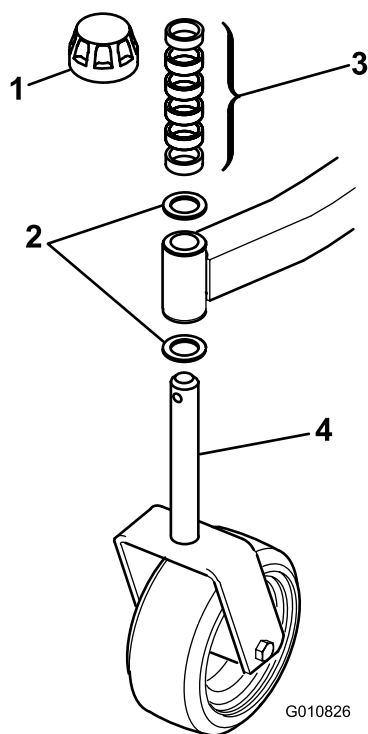
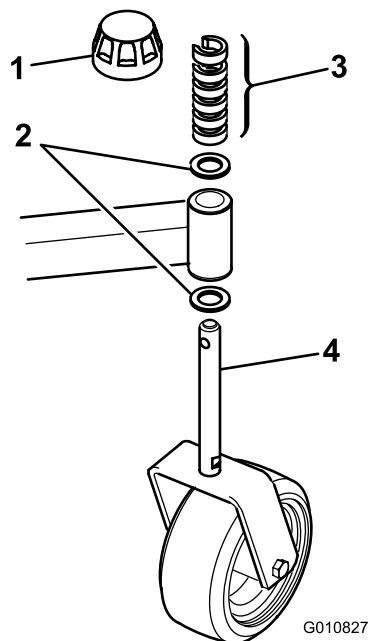

図 2
図 3
1. スピンドルシャフトからテンショニングキャップを外し、スペーサとスラストワッシャを取り出す図2と図3。